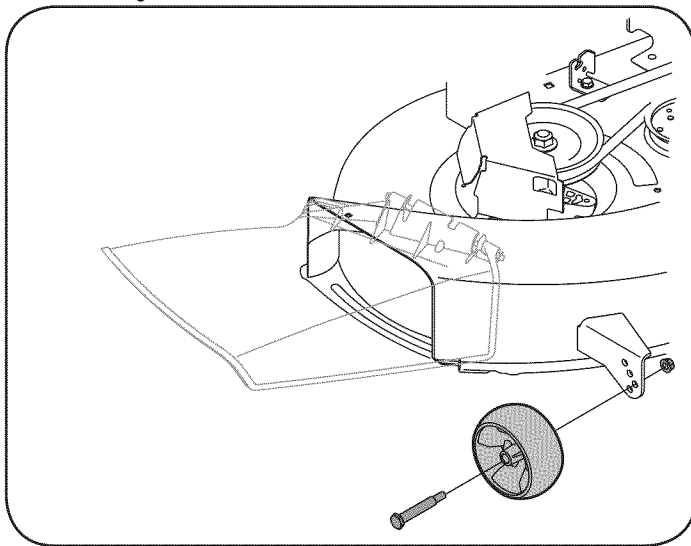

Figura 9
- a. Ajustar las ruedas de cubierta mediante la eliminación de la tuerca de la brida y tomillo que sujeta el hombro de cada rueda y llevarlos a uno de los agujeros que permite que las ruedas para estar entre  $\frac{1}{4}$  pulgadas y  $\frac{1}{2}$  pulgada por encima del suelo cuando el tractor se encuentra en un suave, superficie plana, como un camino de entrada. Véase la figura. 9.